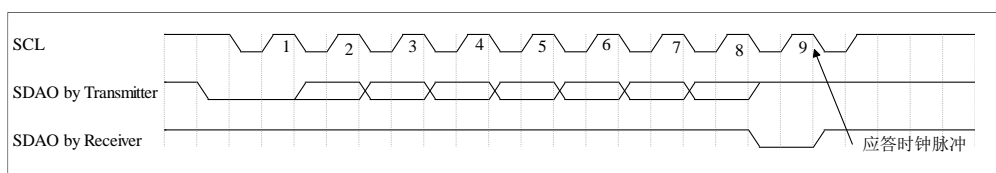
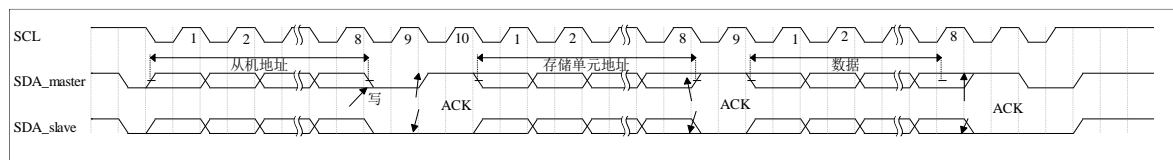
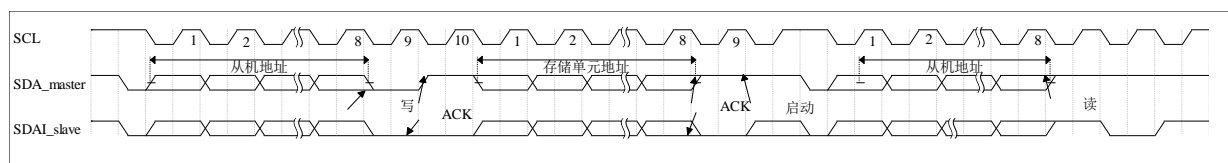
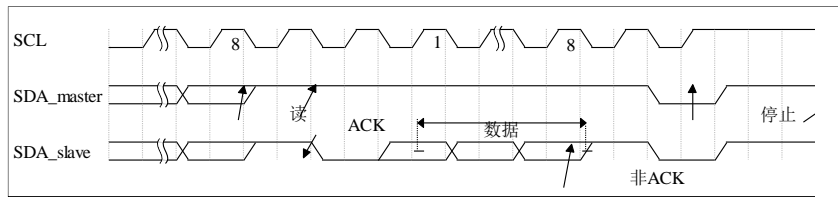

图 2-45 I2C 总线上应答时序图
图 2-46 I2C 写数据时序图
图 2-47 I2C 读指定地址数据的时序图 1
图 2-48 I2C 读指定地址数据的时序图 2（时序接着上图）
- (1) 总线非忙状态 (A 段)：该段内的数据线 (SDA) 和时钟线 (SCL) 都保持高电平。
- (2) 启动数据传输 (B 段)：当时钟线 (SCL) 为高电平状态时，数据线 (SDA) 由高电平变为低电平的下降沿被认为是“启动”信号。只有出现“启动”信号后，其它的命令才有效。
- (3) 停止数据传输 (C 段)：当时钟线 (SCL) 为高电平状态时，数据线 (SDA) 由低电平变为高电平的上升沿被认为是“停止”信号。随着“停止”信号的出现，所有的外部操作都结束。
- (4) 数据有效 (D 段)：在出现“启动”信号后，在时钟线 (SCL) 为高电平状态时，数据线是稳定的，这时数据线的状态就是要传送的数据。数据线 (SDA) 上数据的改变必须在时钟线为低电平期间完成，每位数据占用一个时钟脉冲。每个数据传输都是由“启动”信号开始，结束于“停止”信号。
- (5) 应答信号：在接收到一个字节的的数据后，通常需要发出一个应答信号。在发出一个字节的的数据后，通常需要接收一个应答信号。发送方在应答时钟脉冲期间释放 SDA 线，接收方拉低 SDA 线，并且在 SCL 的高脉冲期间保持为 0，如图 2-45 所示。I2C 读写控制器必须有产生一个与这个应答位相联系的额外的时钟脉冲。在读操作中，读写控制器对 I2C 完成的最后一个字节不产生应答位，但是会有一个结束信号。
发送方：满足启动条件后，从 SDA 线先后串行写入 I2C_CTRL[i2c_saddr]，I2C_CTRL[i2c_r_wn] = 0 写操作，应答，I2C_CTRL[i2c_maddr]，应答和 I2C_CTRL[i2c_data]、应答，最后是停止信号。参考图 2-46 I2C 写数据时序图。
满足启动条件后，从 SDA 线先后串行写入 I2C_CTRL[i2c_saddr]，I2C_DATA[i2c_r_wn] = 0 写操作，应答信号，I2C_DATA[i2c_maddr]，应答。重新启动，I2C_CTRL[i2c_saddr]，I2C_DATA[i2c_r_wn] = 1 读操作，应答。接收方回复读取的数据 I2C_DATA[i2c_data]，非应答，最后是停止信号。参考图 2-47 和图 2-48。
在数据传输过程中，若没有应答或产生其他错误，i2c_error 标志将被置位，如果设置 I2C_CTRL 寄存器中的 i2c_error_en 位，将产生中断。图 2-45 是 I2C 应答时序图，图 2-46 和图 2-47 分别是 I2C 的写数据和读指定地址数据的时序图。